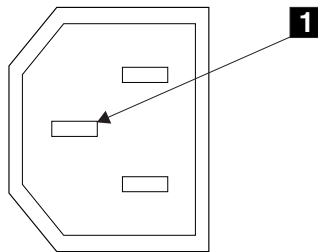

図 2. 接地ピン
6. SAN ボリューム・コントローラー 2145-8F2 のフレームと各電源コネクターのアース・ピンの導通を検査する。アース・ピンは、図 2 では **1** と示されています。